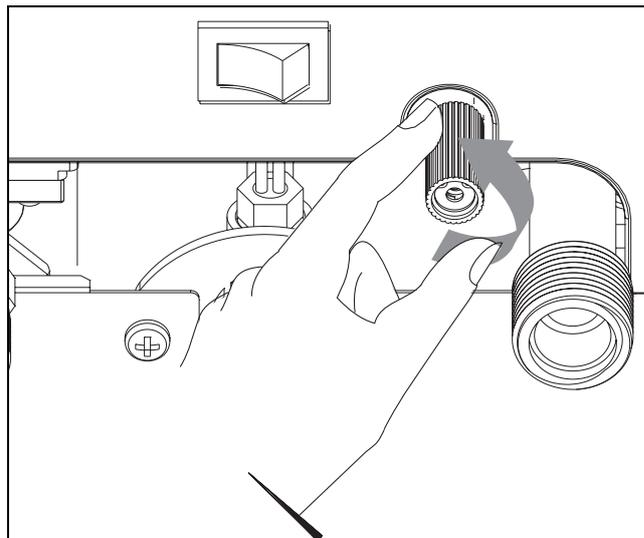

Fig. 10 Válvula de sobrepressão e drenagem
- ▶ Desaperte a válvula de sobrepressão e drenagem como indicado na Fig. 10.
- ▶ Purgar o aparelho (→ Fig. 10).